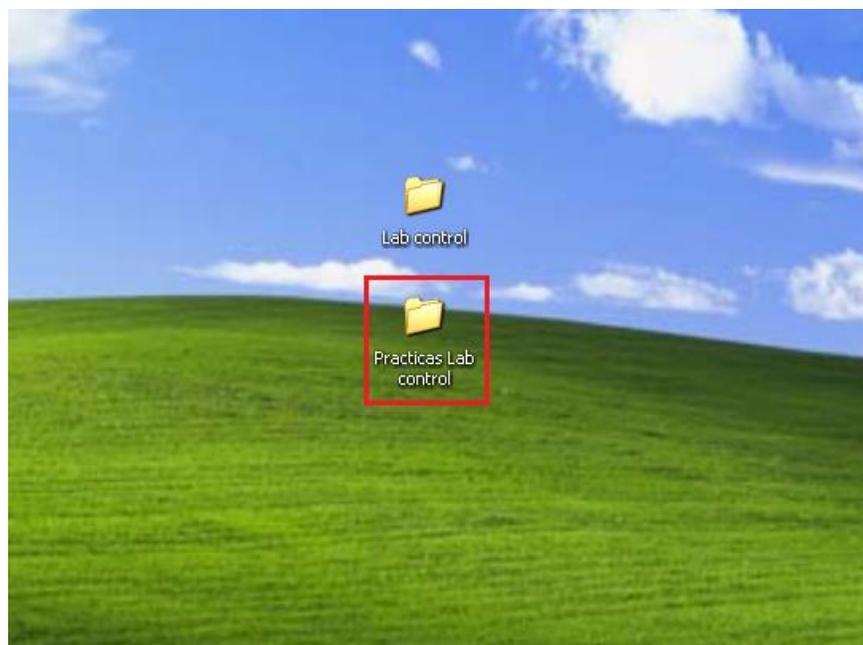

Imagen 23.
6.1. Los datos registrados mediante el botón “registrar” en las gráficas de temperatura de entrada y temperatura de salida se guardan en la carpeta “Practicas Lab control” ubicada en el escritorio. En caso de ser borrada, esta carpeta se crea automáticamente al seleccionar “registrar”. Abra esta carpeta. (Ver imagen 23)